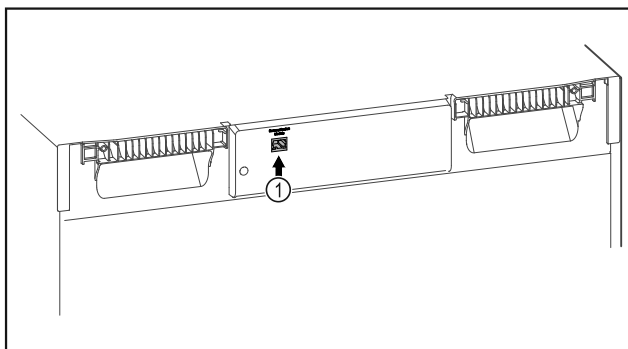

Fig. 107
- ☐ Le SmartModule Fig. 107 (1) est en place.